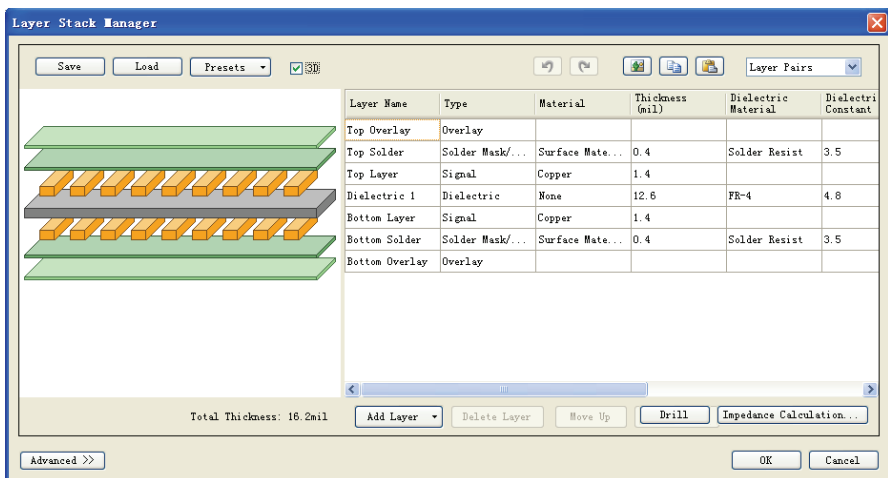

图 12-37 堆栈管理器设置对话框
- (1) 执行菜单命令【Design】→【Layer Stack Manager】，弹出堆栈管理器设置对话框。
- (2) 为了保证分析的准确性，用户应对电路板中的“Layers”、“Cores”、“Prepreg”的厚度也进行合理的设置，本例采用默认值，如图 12-37 所示。